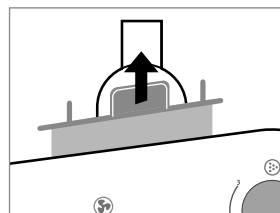

Рис. 1
1. Извлеките ингаляционную камеру из основного блока прибора, держа ее за выступы на крышке ингаляционной камеры (рис. 1).